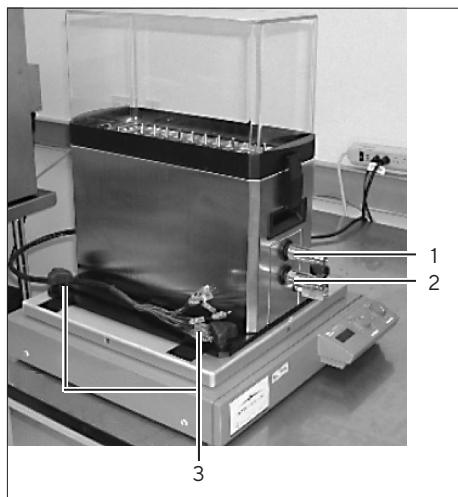

Abb. 7: Positionierung des S³-Moduls
- Stellen Sie das S³-Modul auf den Cryomixer Jr., wie in der Abbildung 7 dargestellt, sodass die Bewegung des Cryomixer Jr. ein Mischen entlang der gesamten Celsius® Pak-Länge ermöglicht.